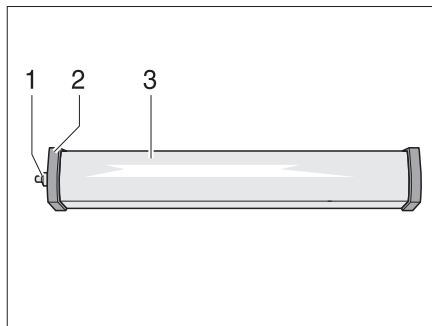

Fig. 282 Lampe de cellule
- Dévisser le cache (Fig. 282,1).
- Retirer le couvercle (Fig. 282,2).
- Enfoncer légèrement le couvercle de la lampe (Fig. 282,3) et le retirer.